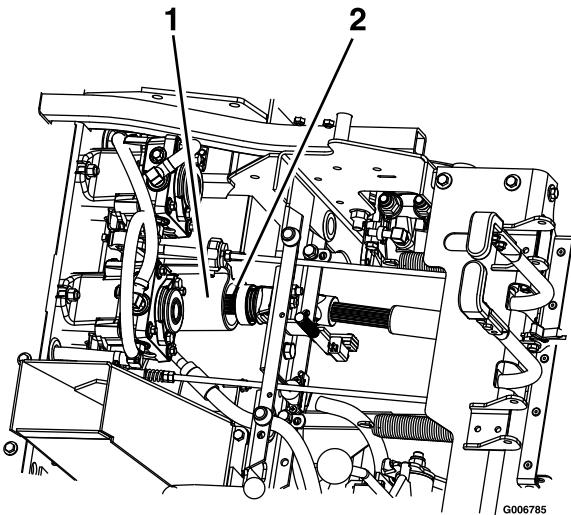

Figura 72
8. Levante el asiento y desconecte el árbol de transmisión usando el acoplamiento rápido del eje secundario (Figura 72).
3. Levante el asiento y conecte el árbol de transmisión al eje secundario (Figura 72).